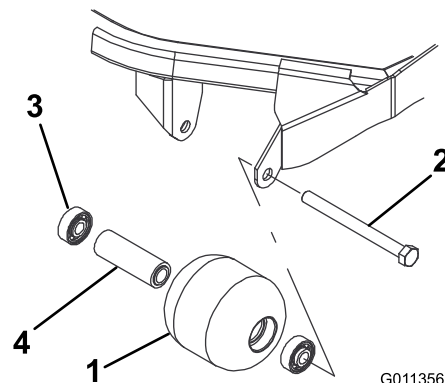

図 61
1. ローラ取り付けボルトを外す図 61。
4. ローラハウジング、ベアリング、ベアリングスペーサに破損がないか点検する図 61。破損している部品を交換し、組み立てを行う。
1. 第一のベアリングをローラハウジングに押し込む図 61。アウターレースのみを押すか、インナーレースとアウターレースを均等に押すかする。
2. スペーサを入れる図 61。
3. 第二のベアリングをローラハウジングに入れる図 61このときは、インナーレースがスペーサに接触するまで、インナーレースとアウターレースを均等に押す。